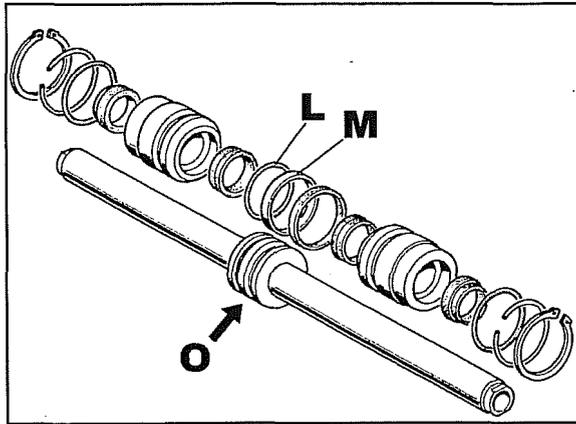
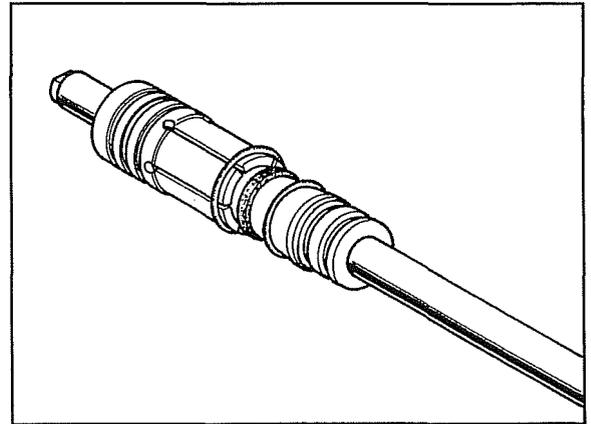

Abb. 72
Abb. 73
Die Abb. 72 zeigt die inneren Komponenten des Lenkzylinders.
- Für die Montage der Ringe **L-M** Abb. 72 in den Sitz **O** des Kolbens ist der kombinierte Dorn **N** Abb. 73 zu benutzen.